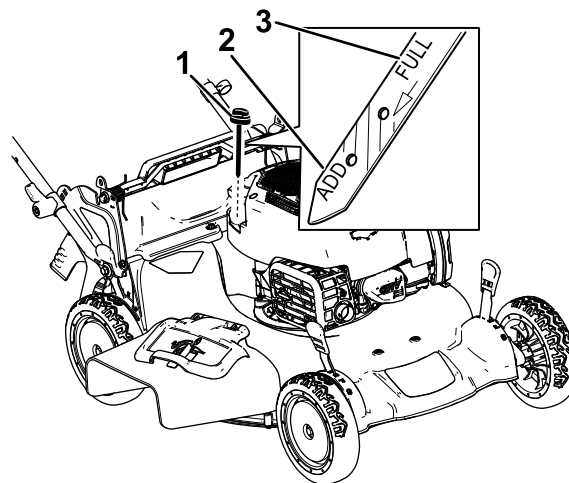

Figura 39
3. Girate il tappo in senso antiorario ed estraete l'asta di livello (Figura 39).
10. Controllate il livello dell'olio sull'asta (Figura 39).